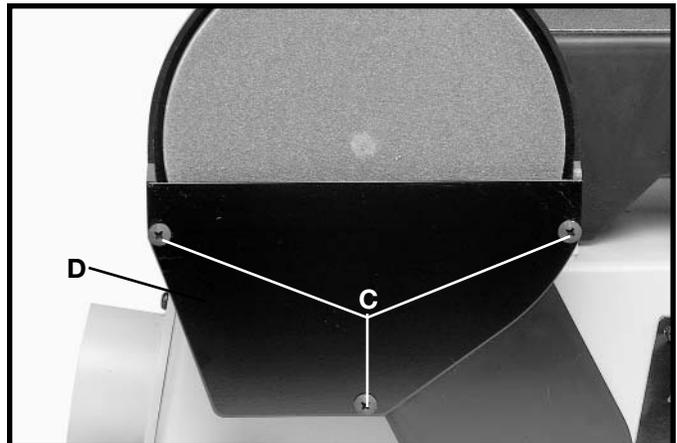

Fig. 43
3. Enlevez les trois vis (C) fig. 43 et abaissez le carter (D).